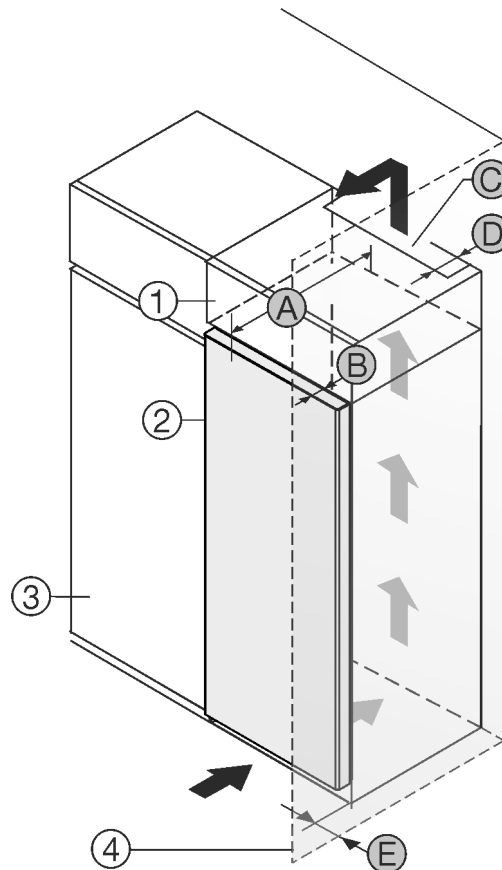

Fig. 1
- (1) Overskab *
- (2) Apparat *
- (3) Køkkenskab *
- (4) Væg *
- (A) Apparatdybde *
- (B) Dørens dybde *
- (C) Ventilationstværsnit *
- (D) Afstand, apparatets bagside *
- (E) Afstand til apparatets side *
Du kan opstille apparatet direkte ved siden af køkkenskabet Fig. 1 (3)*.
På bagsiden af overskabet skal der være en ventilationskanal med dybden Fig. 1 (D) over hele overskabets bredde.*
Ventilationstværsnittet Fig. 1 (C) under rummets loft skal overholdes.*
Hvis apparatet opstilles med hængslerne ved siden af en væg Fig. 1 (4), skal afstanden mellem apparatet og væggen være mindst 13 mm.*
For at døren kan åbnes helt, skal apparatet rage frem med dørens dybde Fig. 1 (B) i forhold til køkkenskabets forside. Apparatet kan rage mere ud afhængigt af køkkenskabenes Fig. 1 (3) dybde og anvendelsen af vægafstandsholdere.*